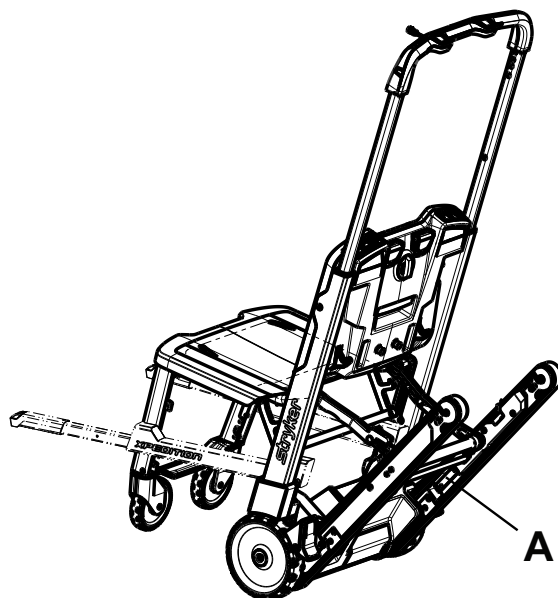

図 3 - シリアル番号の位置 - Xpedition
下図は、チェア (A) のシリアル番号の位置を示しています (図 3)。